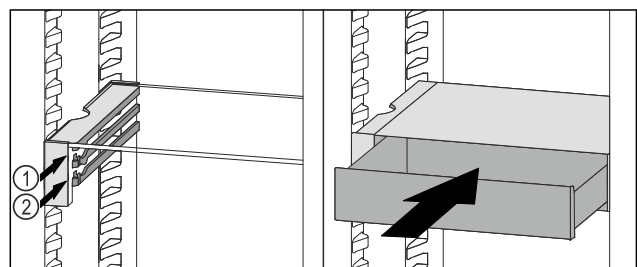

Fig. 40
- ▶ VarioSafe-Schubfach hinter den Stopperrn auf gewünschter Rippe Fig. 40 (1) oder Fig. 40 (2) aufsetzen.